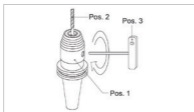

Abbildung 6: Werkzeug spannen
3. Drehen Sie das Ritzel mit Hilfe des passenden Innensechskant-Schlüssels mit Quergriff (Pos. 3) im Uhrzeigersinn zu (siehe „Abbildung 6: Werkzeug spannen“).